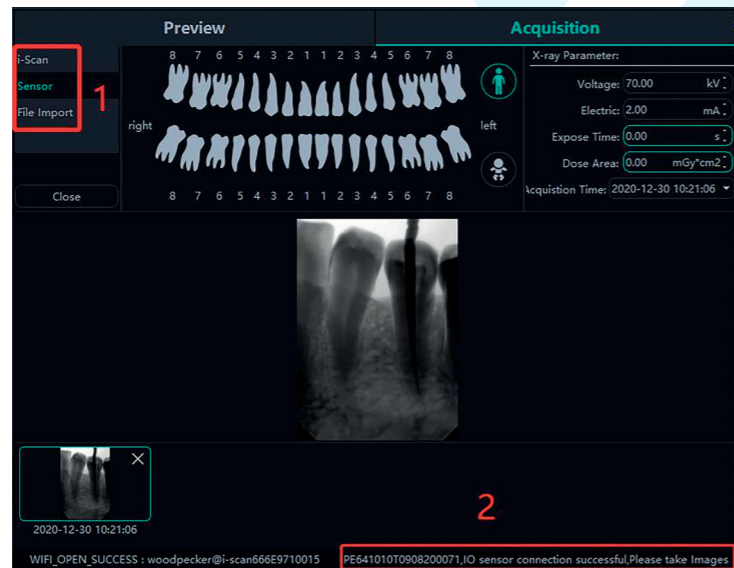

Figura 22
1. Conecte el dispositivo sensor a la interfaz USB del ordenador, y seleccione el tipo de dispositivo «Sensor» en el área 1, tal y como se muestra en la Figura 22. Haga clic en «Abrir», el dispositivo entrará en estado de adquisición y comenzará a adquirir imágenes. En este momento, el número de serie del sensor se muestra en la barra de estado del software del área 2, como se muestra en la Figura 22. Cuando se utilice el sensor por primera vez, se preguntará al usuario «Si desea descargar el archivo de calibración a través de la red». Haga clic en «Sí» para iniciar la descarga; si hace clic en «No», se le preguntará si desea importar manualmente el archivo de calibración. Haga clic en «Sí» para seleccionar el archivo de calibración que desea importar. Generalmente, la imagen adquirida por el sensor será mejor después de seleccionar el archivo de calibración, como se muestra en las Figuras 23, 24.